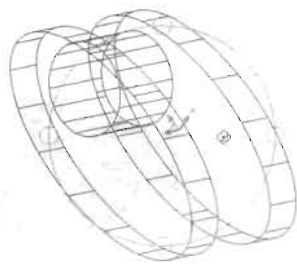

图 12-73
(6) 执行“绘图>建模>圆柱体”菜单命令，在两个椭圆体的中间绘制一个圆柱体，如图12-73所示，命令执行过程如下。